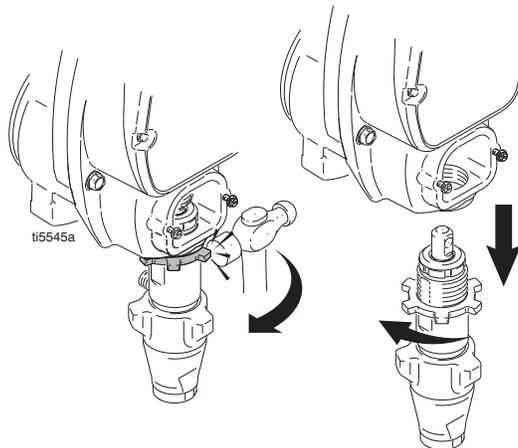

ABB. 17
6. ABB. 17. Zum Lösen der Gegenmutter fest mit einem Hammer auf die Mutter schlagen. Die Pumpe losschrauben.